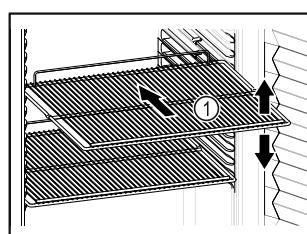

Fig. 50 Beispielhafte Darstellung
- Wenn Ablageflächen Fig. 50 (1) versetzbare sind, Ablageflächen je nach Höhe anpassen.